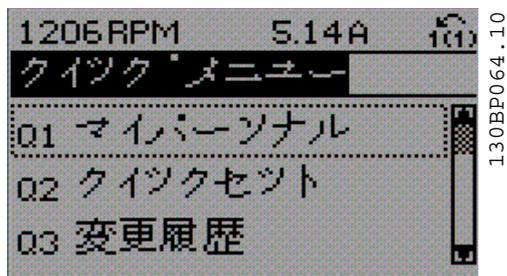

図 6.1: クイック・メニュー・ビュー
**[Quick Menu]** (クイック・メニュー) を押すとクイック・メニューの別の選択が表示されます。下図 6.1 および次章の「機能設定」 Q3-1 ~ Q3-4 も併せて参照してください。